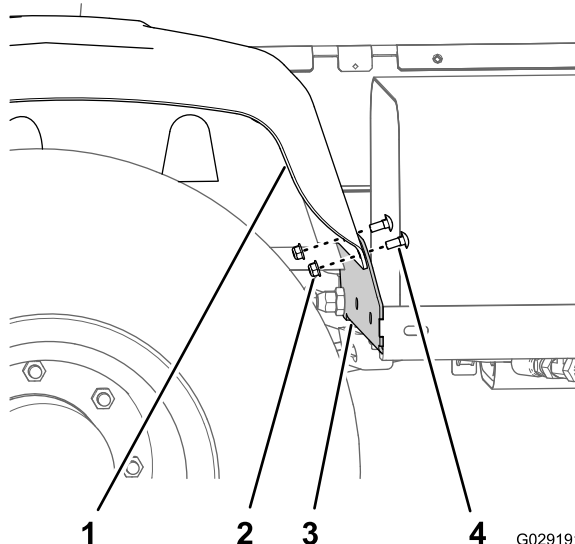

Figura 4
1. Retire los 2 pernos de cuello cuadrado y las 2 contratuercas con bridas que sujetan el guardabarros trasero derecho al soporte del guardabarros delantero (Figura 4).